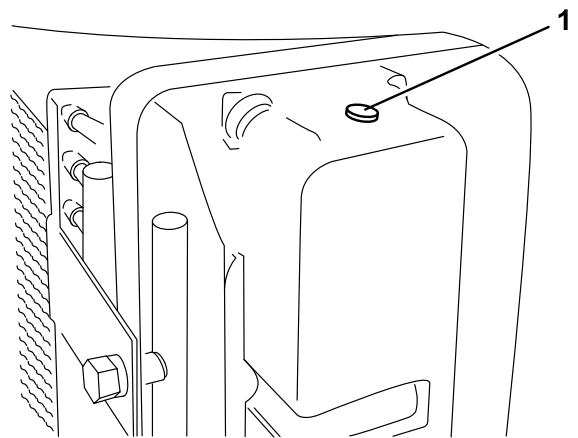

図 32
**注** 冷却系統内部にエアが入り込んだ場合には、ラジエターの側面タンクについているエア抜きプラグ 図 32 を外してエアを逃がしてください。エア抜きプラグはテフロンテープを巻いて取り付けてください。